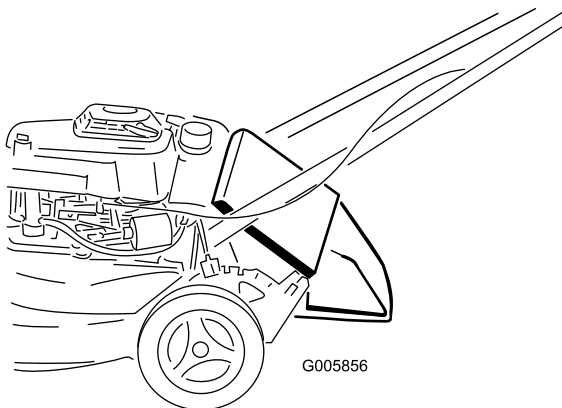

Figura 2
4. Abbassate lo sportello posteriore (Figura 2).